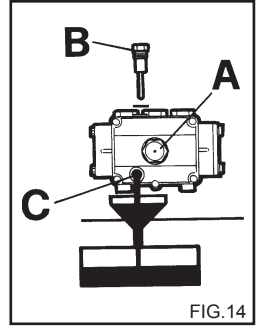

FIG.14
2) Отвинтите пробку щупом контроля уровня (fig. 14).